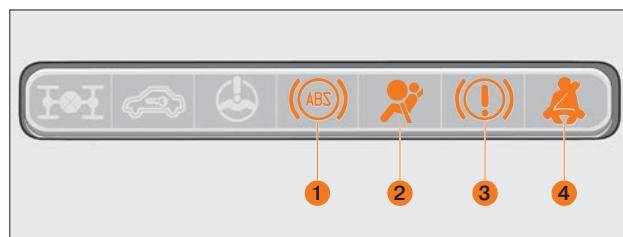

Рис. 43. Блок контрольных ламп
БЛОК КОНТРОЛЬНЫХ ЛАМП (рис. 43)
В вариантом исполнении – (1) контрольная лампа антиблокировочной системы тормозов (АБС) 1 (рис. 43).
В вариантом исполнении – (2) контрольная лампа системы пассивной безопасности 2 (рис. 43).
В вариантом исполнении – (3) контрольная лампа электронного распределения тормозных сил 3 (рис. 43).
Контрольная лампа непристёгнутого ремня 4 (рис. 43). При включении зажигания – включается сигнальный индикатор, напоминая о необходимости застегнуть ремень безопасности. Индикатор будет гореть до тех пор, пока ремень безопасности не будет пристегнут. Если водитель начнёт движение с непристёгнутым ремнём безопасности, то в дополнение к световому индикатору включится звуковая сигнализация. Световая и звуковая сигнализация будут работать до срабатывания замка ремня безопасности.